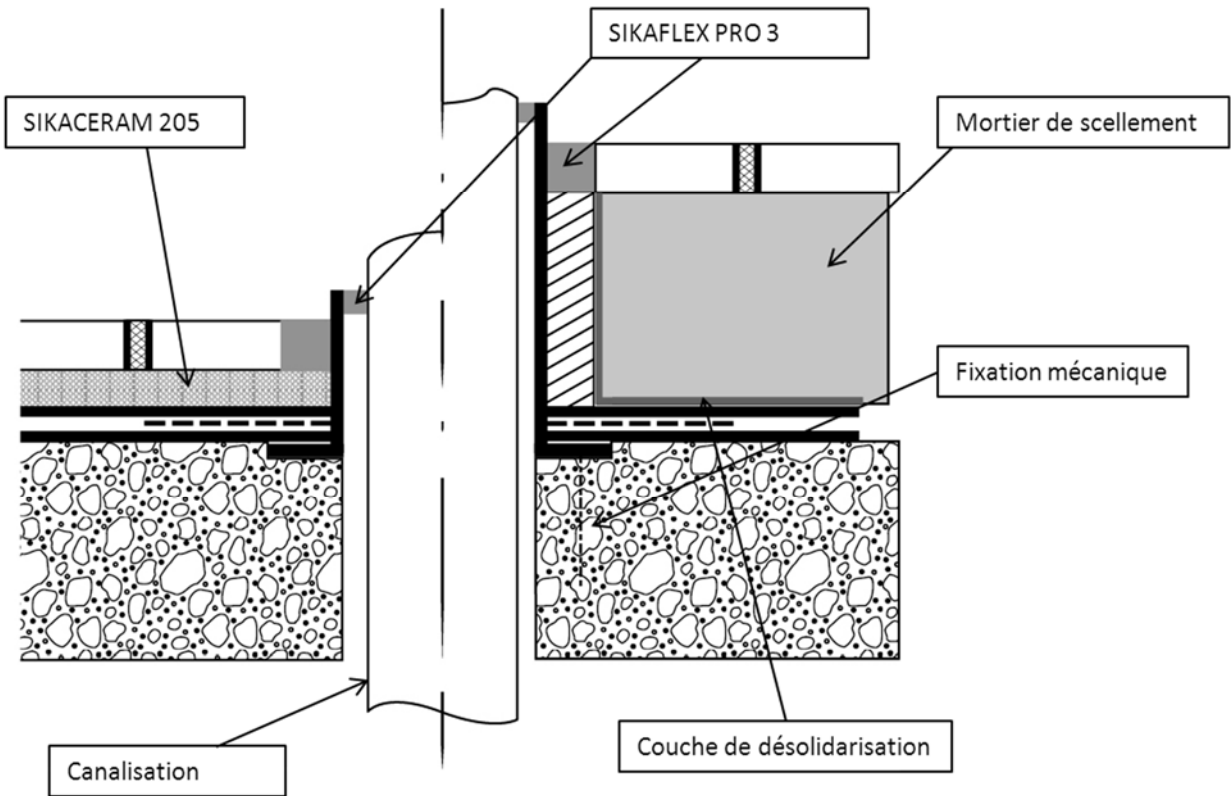

Figure 11 – Traversées
4.56 Traversées de canalisations (figure 11)